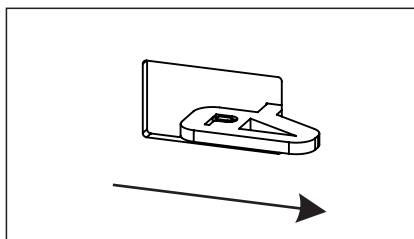

Figure 4b.
- la porte de nettoyage et toutes les autres ouvertures doivent être bien fermées afin d'éviter qu'un air « faux » ne se produise (figure 4b).